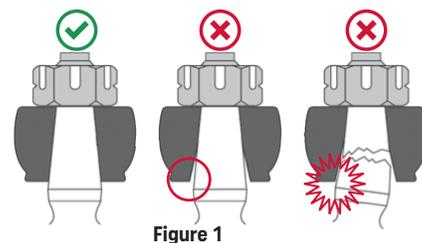

Figure 1
- Si un goujon de joint à rotule cassé, plié ou desserré est découvert, il faut remplacer la fusée. En cas de déformation, de faux rond ou d'endommagement des surfaces de contact coniques de la fusée d'essieu, celle-ci doit être remplacée. **Voir la figure 1.**